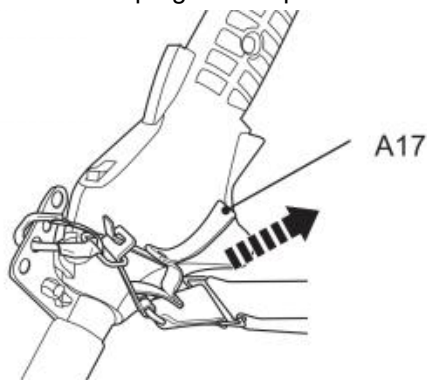

Fig. 34
5. I nödfall, håll i det främre handtaget (A27) med vänster hand och använd höger hand för att dra i repet (A17) (Fig. 34). Metalllåsstängen frigörs automatiskt från fästklämman på grund av produktens vikt.